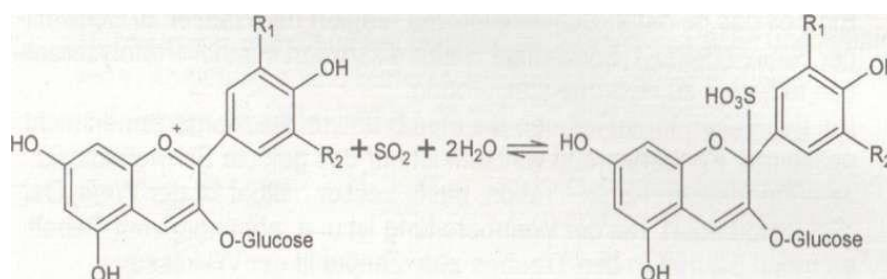

Abb. 3: Reaktion eines roten Farbstoffs bei der „Schwefelung“²
2.2 Das bei der Schwefelung zugesetzte Schwefeldioxid reagiert auch mit Farbstoffen des Weines. Abbildung 3 zeigt eine solche Reaktion mit einem roten Farbstoff im Wein.